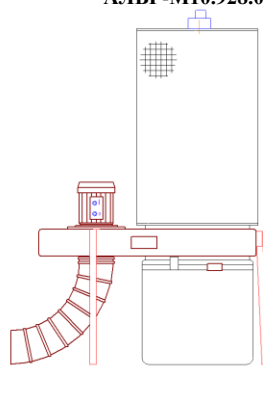

Рис. 3
- III. УВП-2000С –ФКЗ - Установки на стойках, рис.3.